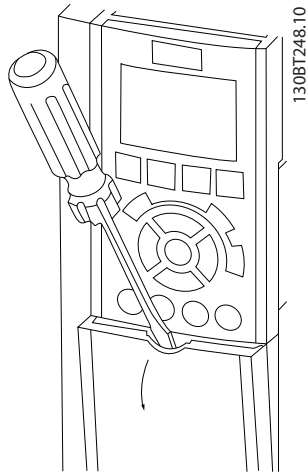
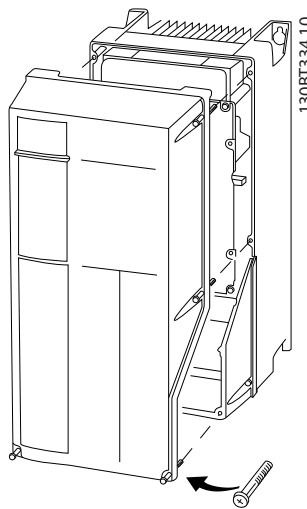

図 4.3 IP20 および IP21 エンクロージャーの配線アクセス
図 4.4 IP55 および IP66 エンクロージャーの配線アクセス
- スクリュー・ドライバーで(図 4.3を参照)、または取り付けネジをゆるめて(図 4.4を参照)、カバーを取り外します。